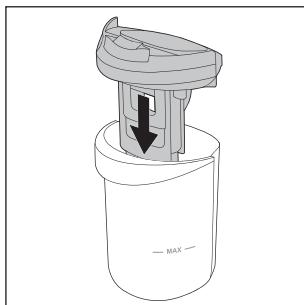

Fig. 29
- ♦ Repositionnez le couvercle du réservoir d'eau sale **9** sur le réservoir d'eau sale **2** (voir fig. 29).